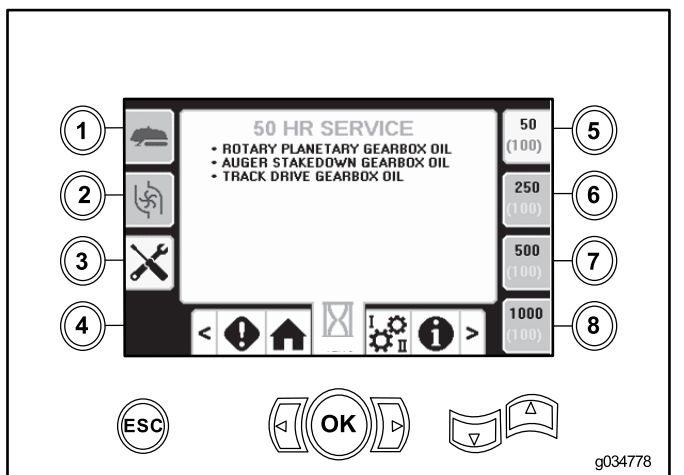

Bild 51
- Taste 5: 50 Stunden (Bild 51)